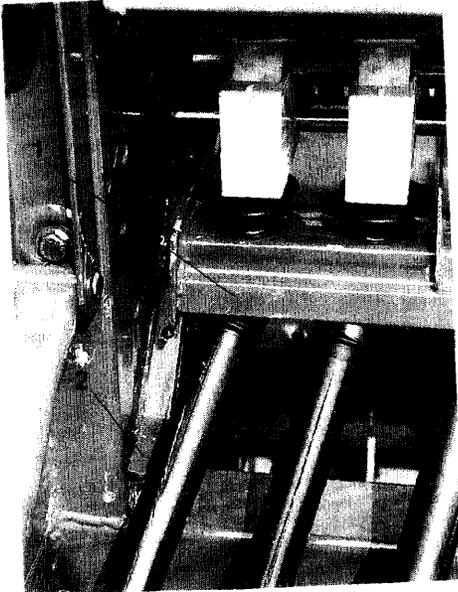
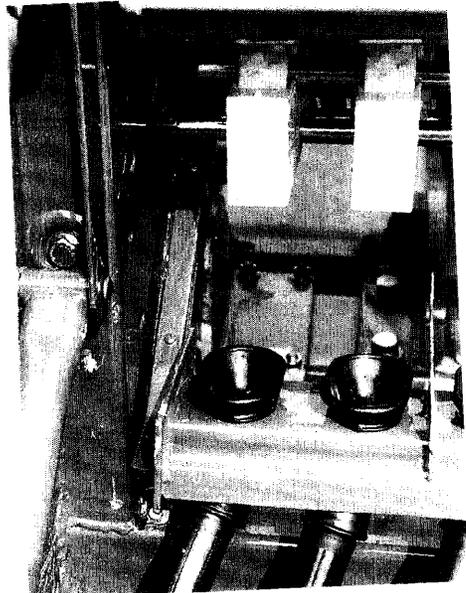

Fig. 36
Fig. 37
- Abaisser la barre porte-entonnoirs (fig. 36/1) dans les guides comme indiqué à la figure 37. Pour ce faire, soulever légèrement les leviers (fig. 36/2) placés au niveau de ces guides.